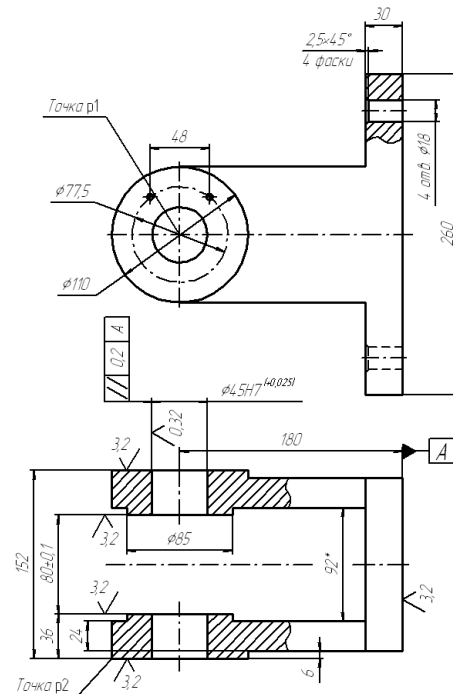

Рис. 50.4. Выбор расположения начала координат вида
- ▼ центр окружности диаметром 110 мм на главном виде детали (точка p1, рис. 50.4)